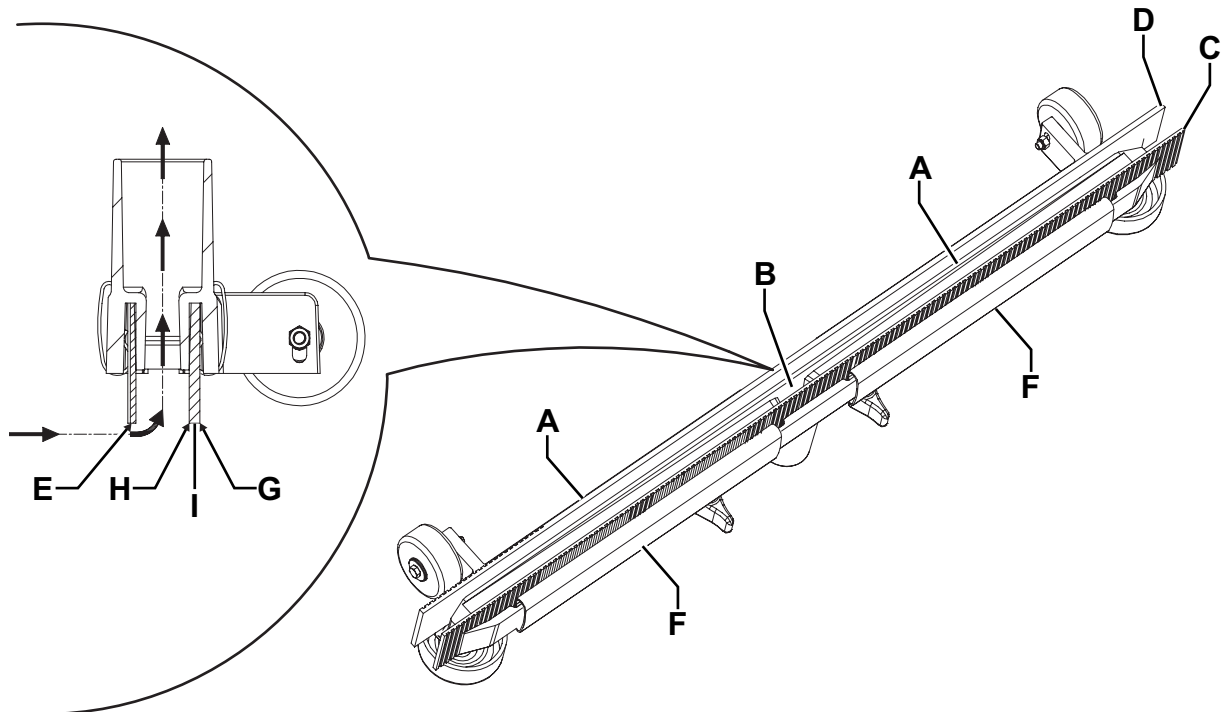

Abbildung 7
2. Überprüfen, ob sich Schalter (62) und (63) in Stellung 0 befinden.
3. Die Sauglippe mit dem Pedal (19) absenken.
4. Ansaugrohr (22) von der Sauglippe abnehmen.
5. Sterngriffe (12) lösen und Sauglippe (11) abnehmen.
6. Sauglippe abspülen und reinigen. Insbesondere den Schmutz und Abfälle von den Förderöffnungen (A, Abb. 7) und der Ansaugöffnung (B) beseitigen.
7. Überprüfen, ob der vordere (C) und der hintere Gummi (D) unversehrt sind und keine Schnitte oder Risse aufweisen, gegebenenfalls austauschen (siehe nachstehender Absatz).
2. Überprüfen, ob die Kanten des vorderen (E, Abb. 7) und die Kanten des hinteren Gummis (I) gleichzeitig in ihrer gesamten Länge auf dem Fußboden aufliegen. Andernfalls Höhe wie folgt einstellen:
- Befestigungsfedern (F) entfernen und vorderen (C) sowie hinteren Gummi (D) einstellen.
3. Überprüfen, ob der vordere (C) und der hintere Gummi (D) unversehrt sind und keine Schnitten oder Risse aufweisen, gegebenenfalls wie folgt austauschen. Prüfen, dass auch die Vorderkante (H) des Hintergummis unversehrt ist; andernfalls das Gummi umdrehen und die andere, unversehrte Kante (G) benutzen. Ist auch die andere Kante abgenutzt, das Gummi ersetzen und dabei wie folgt vorgehen:
- Befestigungsfedern (F) entfernen und hinteren Gummi (D) austauschen (oder umdrehen).
4. Sauglippe (11) montieren und Sterngriffe (12) festdrehen.
5. Das Ansaugrohr (22) an die Sauglippe (11) verbinden.